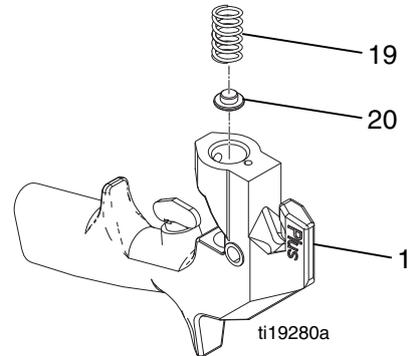

FIG. 15
- Si se ha extraído el muelle (19), engrase la pieza de ajuste del muelle (20), coloque el muelle en la pieza de ajuste e introduzca este conjunto en el cuerpo de la pistola (1). Consulte la FIG. 15.